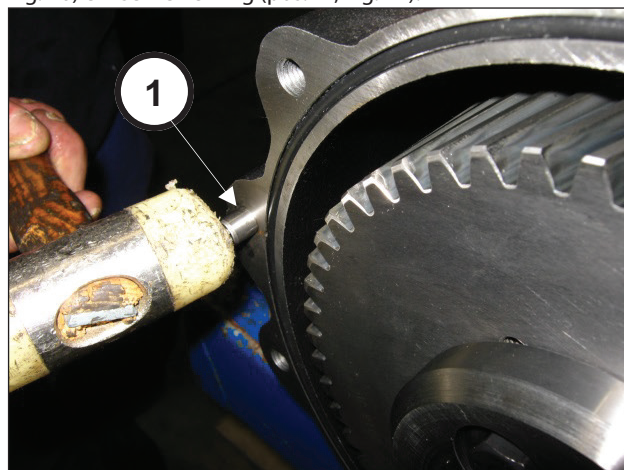
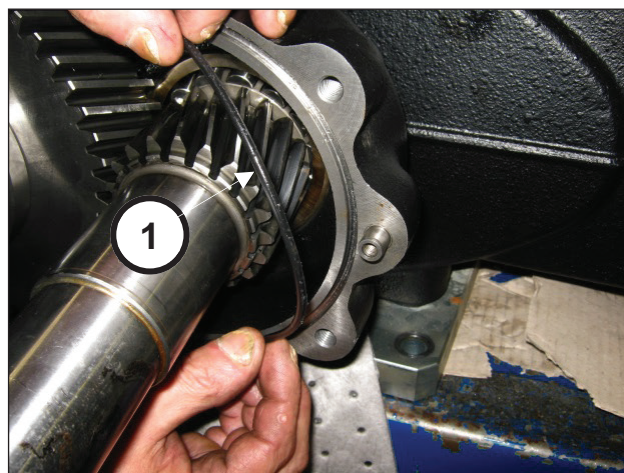

Fig. 70
Fig. 71
Applicare le 2 spine Ø10x24 alla scatola riduttore (pos. ①, Fig. 70) e inserire l'O-ring (pos. ①, Fig. 71).